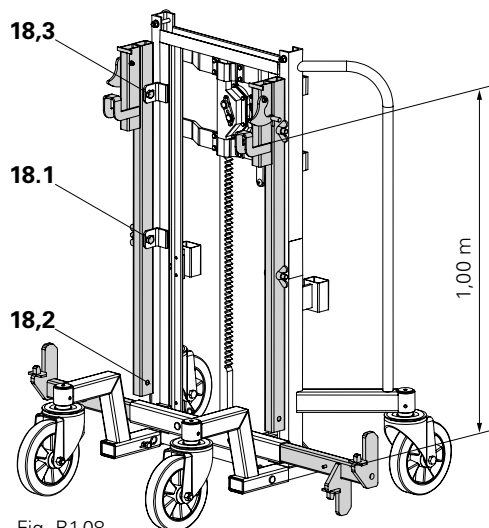

Fig. B1.08
1. Montare i supporti superiori del carrello con verricello a cremagliera sul foro superiore (18.3) e centrale (18.1). Il foro inferiore (18.2) resta libero. (Fig. B1.08 – B1.08c)